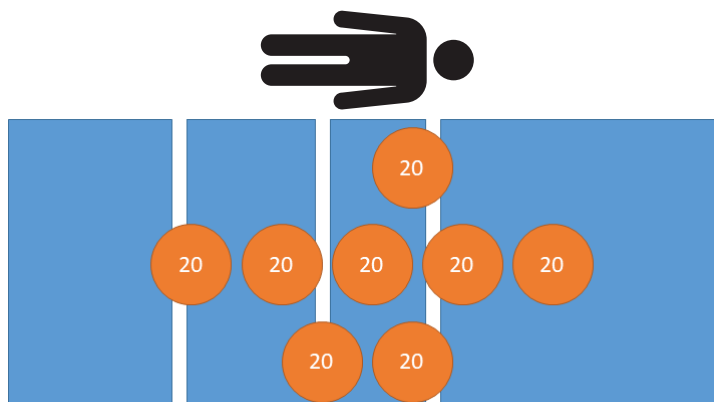

Figura 21 – Prueba de funcionamiento del peso - 160 kg
4. Con ayuda de pesos calibrados, coloque 160 kg en el producto (Figura 21).
8. Con ayuda de pesos calibrados, coloque 160 kg en el producto (Figura 21).